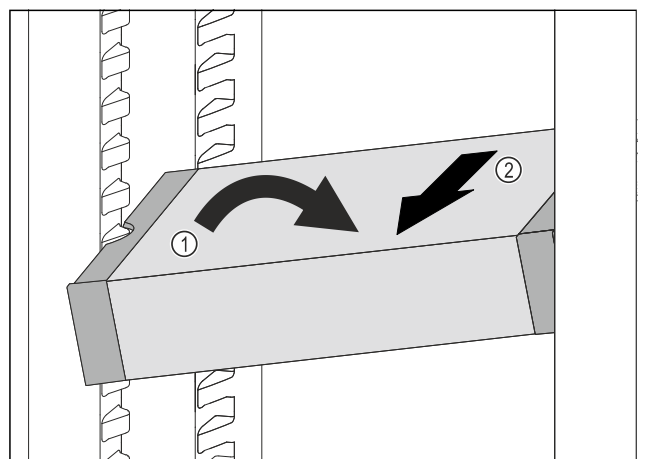

Fig. 124
- ▶ Ukosite ladicu VarioSafe u hladnjaku. Fig. 124 (1)
- ▶ Izvadite ladicu VarioSafe prema naprijed. Fig. 124 (2)